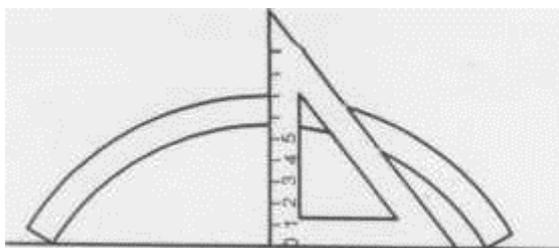

Рис. 2
5.6 Стрелу прогиба измеряют при помощи прямоугольного треугольника, расположив изделие на ровном основании. (См. рис.2). Треугольник, во время измерения, необходимо располагать по центру ГКФ.